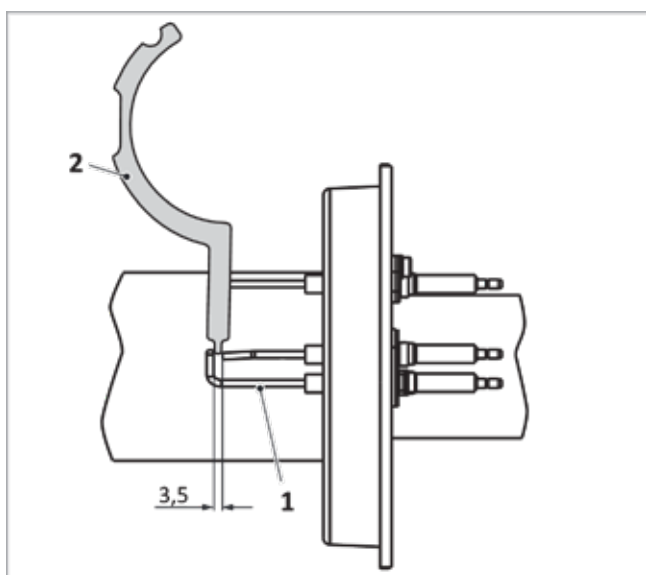

Fig. 33: Distancia entre electrodo a tierra y el electrodo de encendido
1. Compruebe la distancia entre los electrodos de ionización con un calibre de electrodos → fig. 33 (2) y si es necesario dóblelos cuidadosamente para corregirla.
- Electrodos entre sí → fig. 33 (1): 3,5 mm